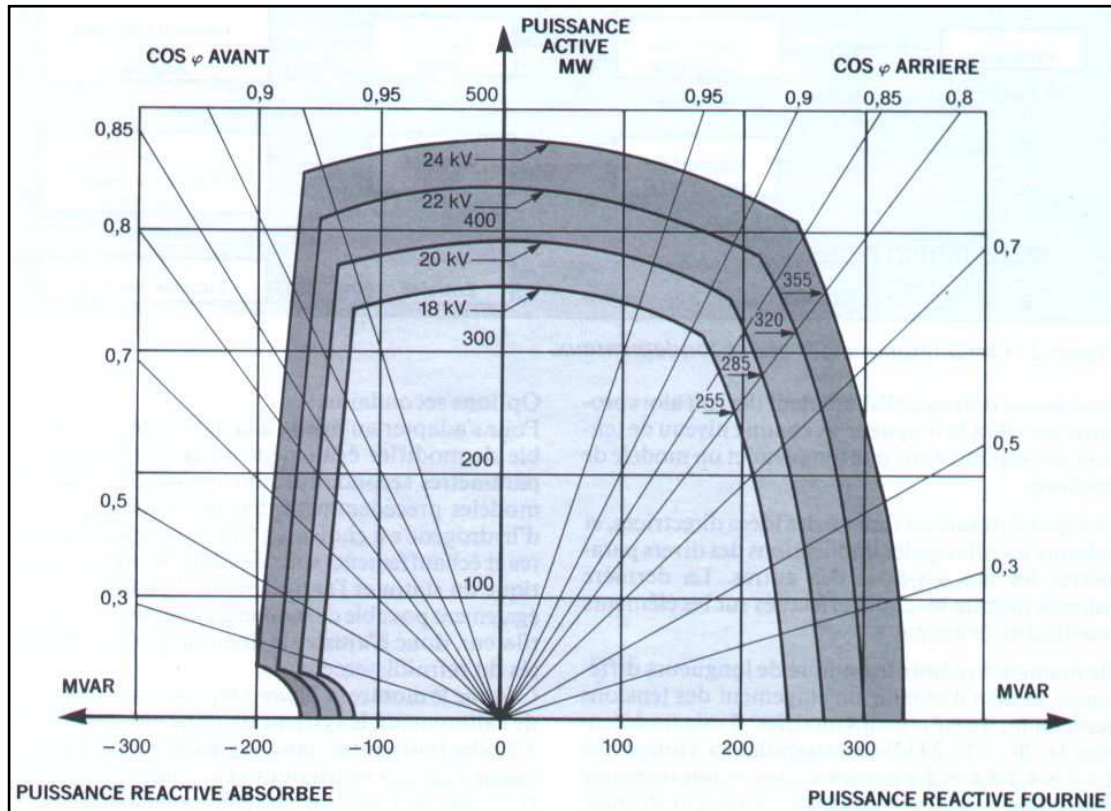

Fig. 3 : Diagramme des puissances actives et r actives d'une ancienne gamme de turboalternateurs Alstom (JM. Guillard, R. Damiron, Revue Alstom N  7 - 1987).
- 5.2. La Fig. 3 ci-dessus donne les possibilit s de 4 alternateurs semblables dont les circuits magn tiques ont des longueurs diff rentes, ce qui implique des tensions diff rentes aux bornes. Un client souhaite pouvoir fournir simultan ment   son r seau une puissance active de 400 MW et une puissance r active de 130 MVAR. Lequel des 4 alternateurs (18, 20, 22 ou 24 kV) faudra-t-il lui proposer ? Quelle sera la puissance active maximale que cet alternateur pourra fournir ?